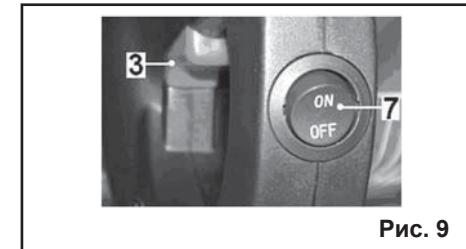

Рис. 9
8.1.2. Переведите двухпозиционный выключатель (7) в положение «ON», Рис.9.
двухпозиционный выключатель (7) в положение «OFF», Рис.9.
8.1.4. Отключите вилку шнура питания (5) от розетки электрической сети.